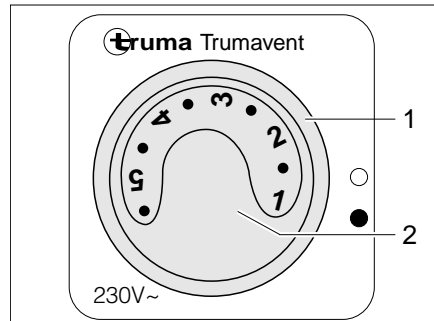

Bild 110 Bedienschalter für Umluftgebläse (230 V)
- Den Drehschalter (Bild 110,1) auf "●" stellen.
- Mit dem Drehknopf (Bild 110,2) die gewünschte Leistung des Umluftgebläses einstellen.
- Den Drehschalter (Bild 110,1) auf "○" stellen.